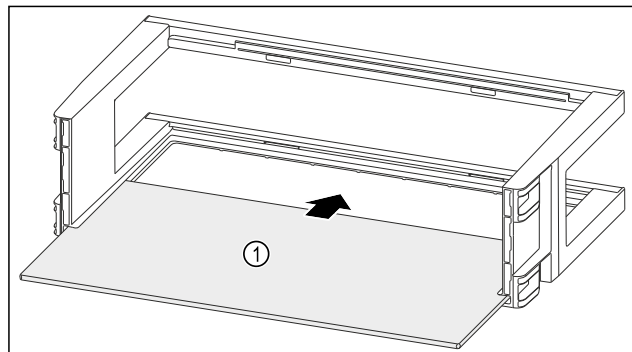

Fig. 117
- Zasuňte odkladaciu plochu Fig. 117 (1) do bočných vybrání.